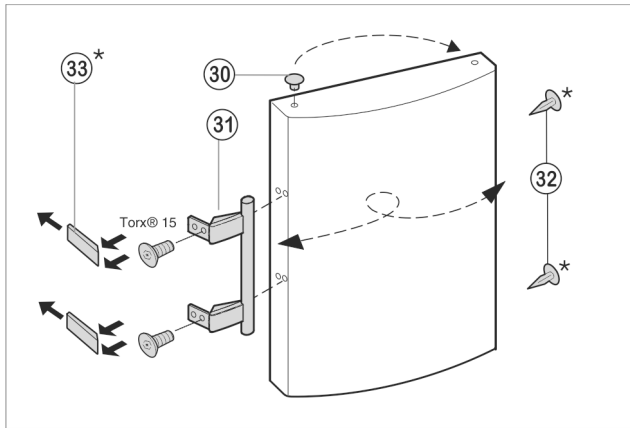

Fig. 8
- ▶ Scoateți dopul Fig. 8 (30) din bucșa suport a ușii și mutați-l.
- ▶ Demontați mânerul ușii Fig. 8 (31), dopul Fig. 8 (32) și plăcile de presare Fig. 8 (33) și așezați-le pe partea opusă.